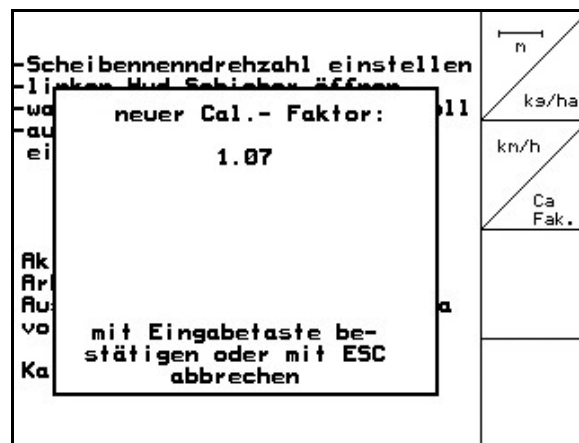

Рис. 55
6. Показывается новый коэффициент калибровки и подтверждается нажатием , или отбрасывается при нажатии (Рис. 55).